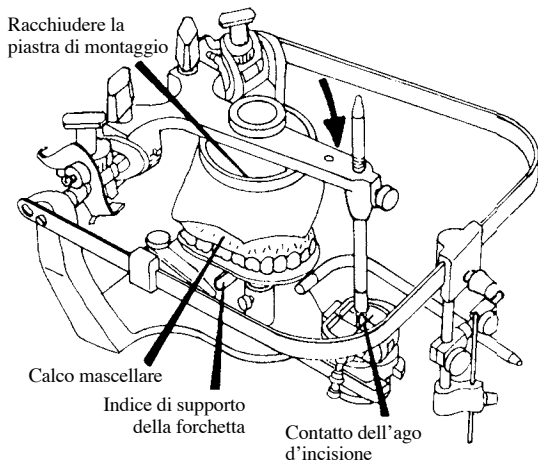

Figura 16
16. Posizionare e fissare il calco mascellare nell'indice occlusale della forchetta, Figura 16.